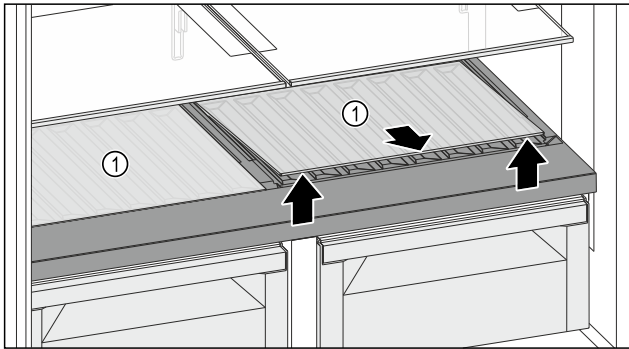

Fig. 129
- Скористайтесь пазом спереду, щоб підняти складну полицю або обидві складні полиці Fig. 129 (1) і вийняти їх.
- Безпечно зберігайте складну(-і) полицю(-і) Fig. 129 (1) за межами пристрою.